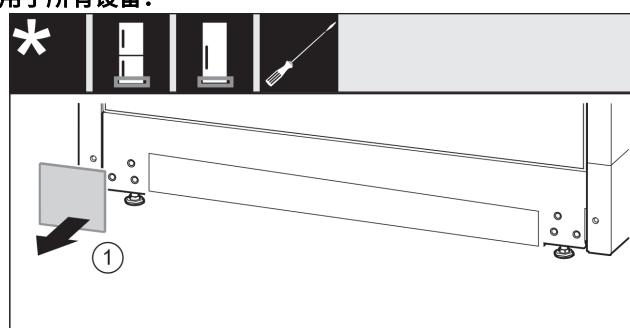

Fig. 10
- ▶ 从上方朝前取下盖板。Fig. 10 (1)
- ▶ 将盖板旋转 180° 至另一侧从右边挂上。Fig. 10 (2)
- ▶ 卡入盖板。Fig. 10 (3)
- ▶ 装上上方的托架。Fig. 10 (4)
- ▶ 用 T20 螺丝刀放上并旋紧螺钉。Fig. 10 (5)
- ▶ 用 T20 螺丝刀安装并旋紧螺钉。Fig. 10 (6)
- ▶ 取下盖板。Fig. 10 (1)